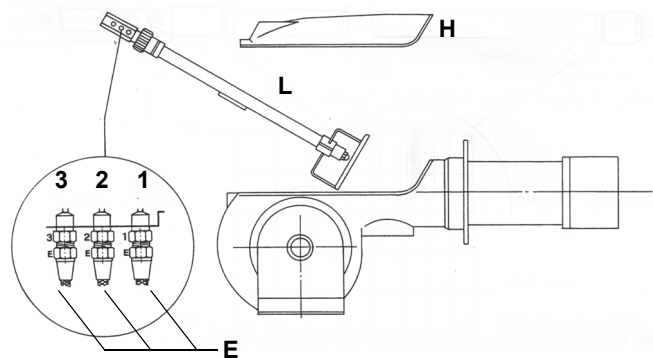
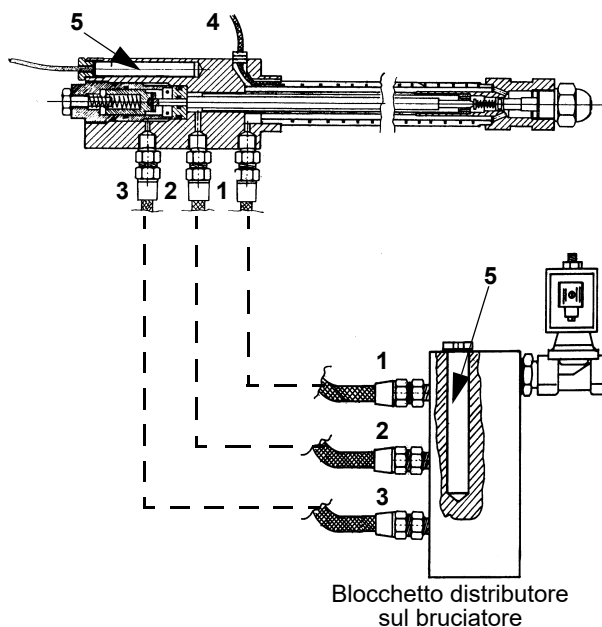

Fig. 17
Fig. 18
- Svitare i connettori nafta **E** (Fig. 17) che fissano i flessibili nafta alla lancia L e rimuovere il gruppo completo come mostrato in e Fig. 18.